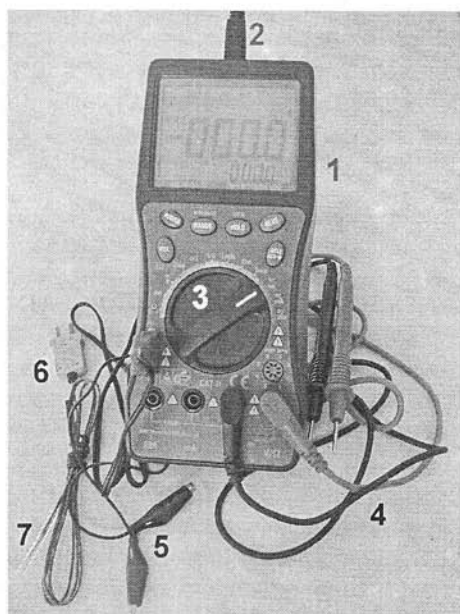

Рис. 1.45. Мультиметр M-3890DT в рабочем состоянии
О внешнем виде мультиметров и средствах их подключения можно судить по рис. 1.45. Мультиметр (1) устанавливается в наклонное почти вертикальное поло-